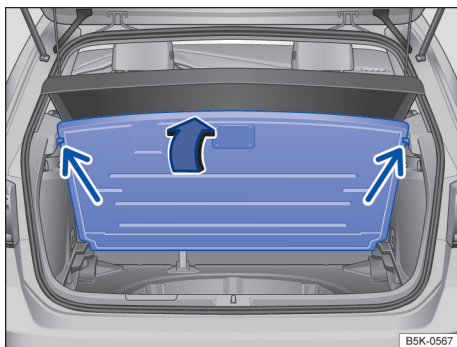
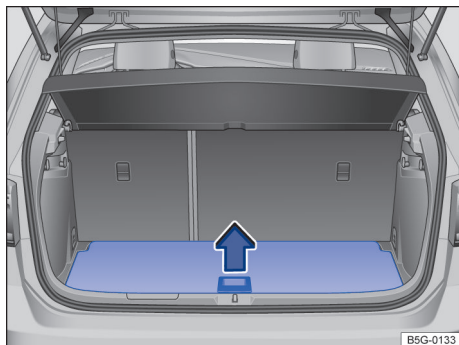

Fig. 157 No compartimento de bagagem: assoalho variável levantado.
Fig. 156 No compartimento de bagagem: levantar o assoalho variável.
- Para *abrir* o assoalho, segure-o pela cavidade → Fig. 156 e o levante até que fique sujeitado pelos encaixes laterais (setas) → Fig. 157.